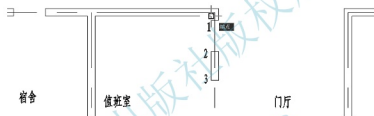

图 3.53 指定第一条尺寸界线原点
① 在**指定第一条尺寸界线原点**或**<选择对象>**: 提示下, 捕捉图 3.53 所示的右上方阴角点, 作为线性标注的第一条尺寸界线的起点。